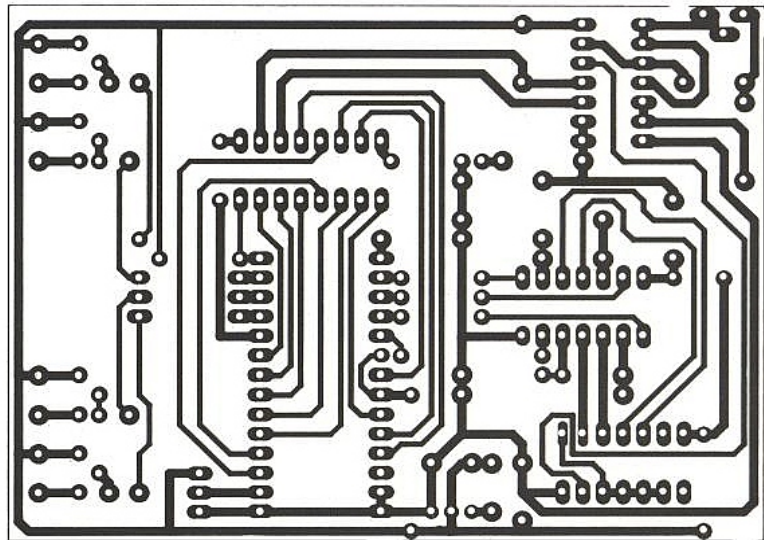

Figure 12
- l'automate programmable (**figures 12 et 13**)